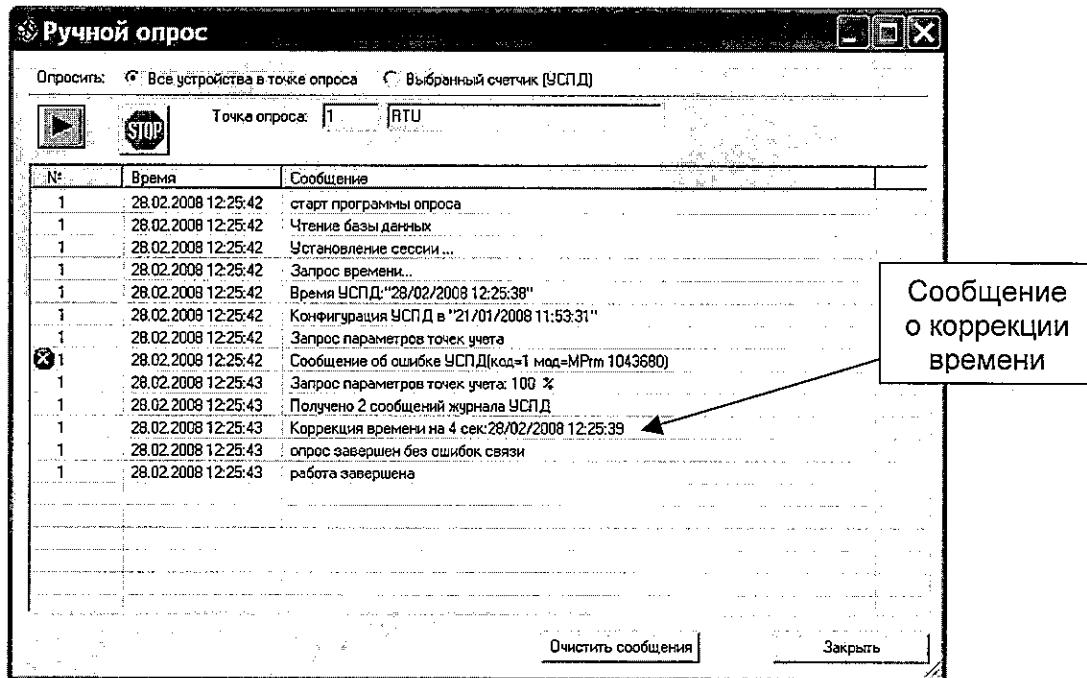

Рисунок 6.
6.3.11 Произвести опрос УСПД ПО AC\_Laptop с коррекцией времени. Убедиться в успешном прохождении синхронизации времени в УСПД (рисунок 6).